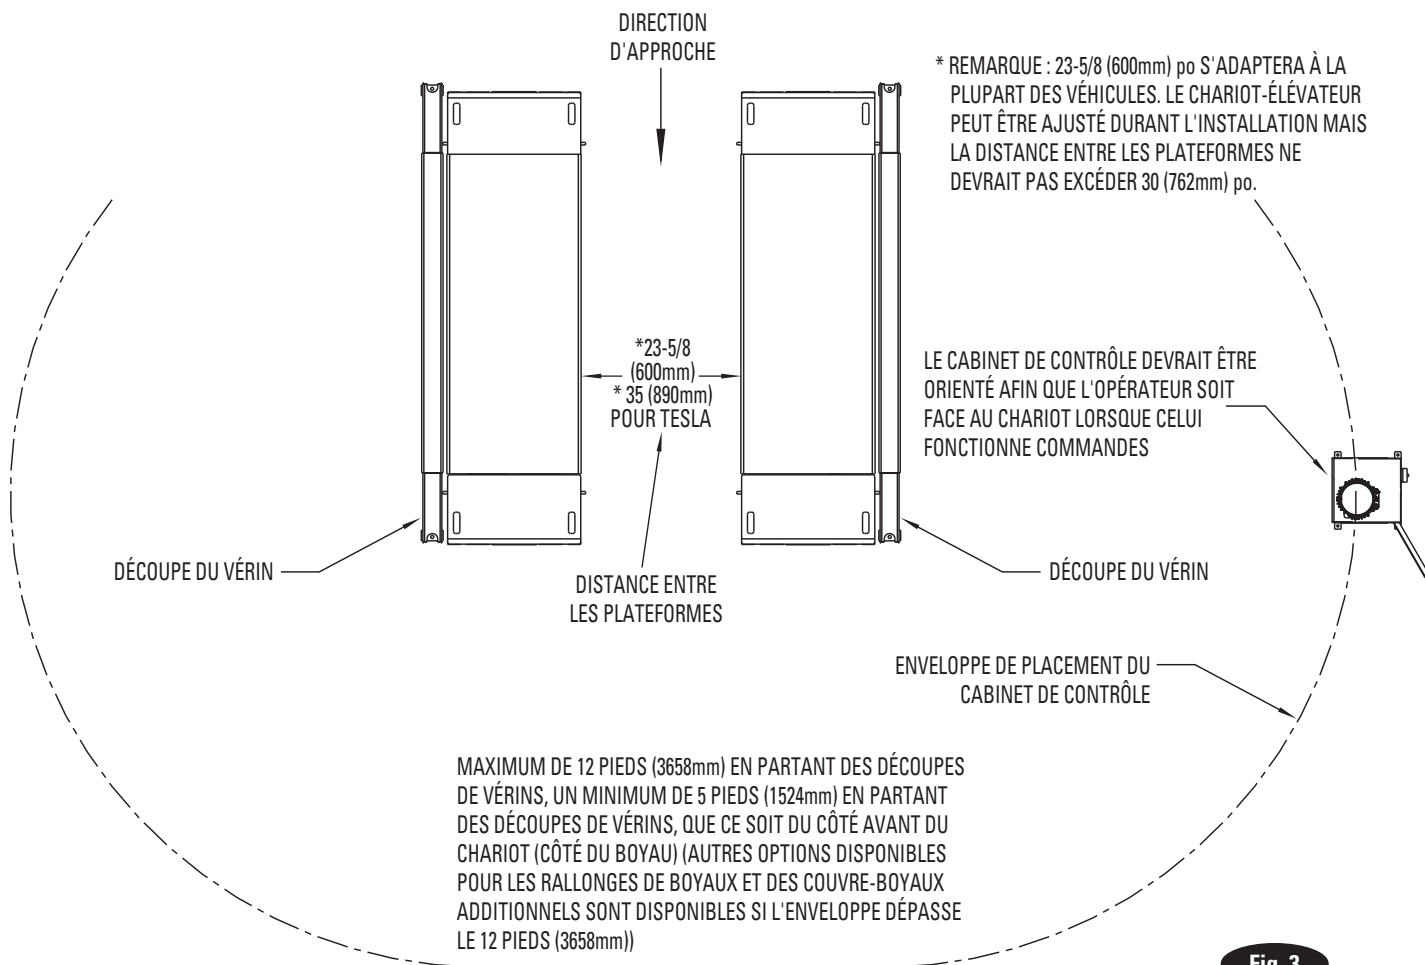

Fig. 3
Placez le cabinet de contrôle dans la location approximative (ne pas fixer), Fig. 3. Relocaliser le cabinet de contrôle plus loin que la distance normale demandera à l'installateur de fournir des boyaux hydrauliques convenables et conformes. Les couvre-boyaux additionnels seront également nécessaires si vous installez le cabinet de contrôle plus loin que la distance normale selon les configurations du montage
Placez les plateformes et le cabinet de contrôle tel que démontré à la Fig. 3 sur le montage encastré ou les applications du montage encastré.
NE PAS ancrer aucun composante à ce moment. Le cabinet de contrôle devrait être situé à l'opposé de l'approche du véhicule, tel que démontré à la Fig. 3. L'opérateur devrait être dans une position pour remarquer n'importe quels mauvais enlignement des patins de levage durant l'opération. Rotary Lift ne recommande aucunement de placer le cabinet de contrôle dans une orientation différente, car faire ainsi serait l'entière responsabilité de l'installateur et/ou l'utilisateur.
1. Le cabinet de contrôle inclut les trois couvercles amovibles pour la connexion hydraulique et la ligne d'air, Fig. 3.
2. Router les lignes d'air du chariot-élévateur au cabinet de contrôle tel que désiré. Voyez les Fig. 3, Fig. 3a et Fig. 3b.